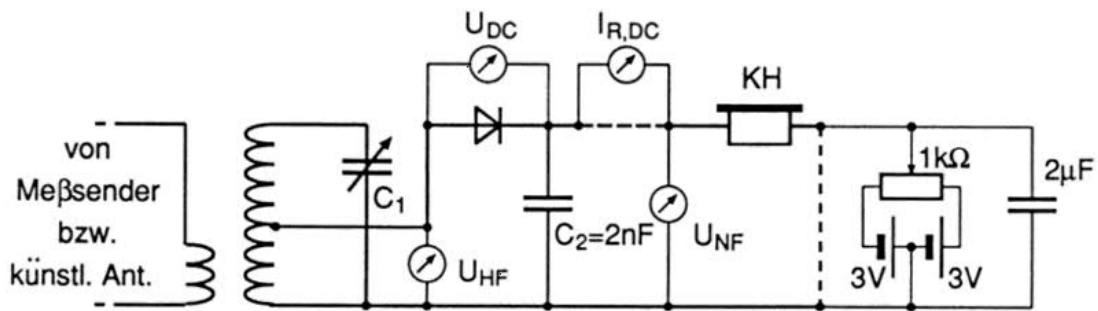
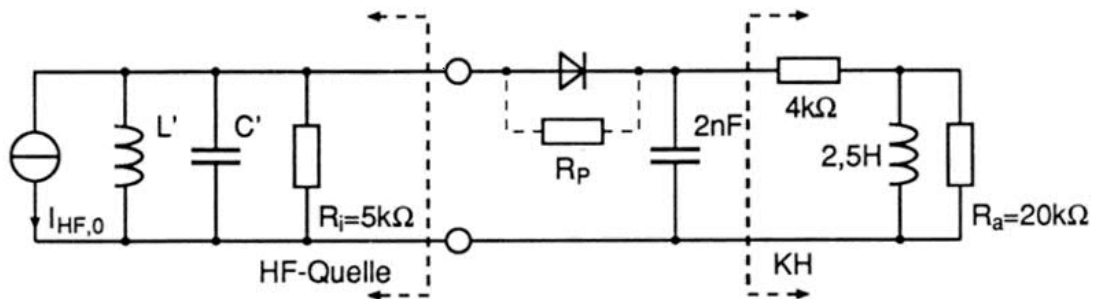

Bild 3a: Untersuchte Detektorschaltung
Bild 3b: Ersatzschaltbild für die numerische Simulation
Unsere Analyse basiert auf der in Bild 3a dargestellten Meßschaltung, mit der auch die experimentellen Werte gewonnen wurden. Der Resonanzwiderstand des Schwingkreises beträgt als typischer Wert, bei bestehender Antennen- bzw. Meßsenderankopplung, ebenfalls $R_i = 50 \text{ k}\Omega$. Allerdings wurde der Detektor gemäß vielfacher Praxis zur Reduzierung der Belastung
Wie Bild 3a zeigt, sind Möglichkeiten gegeben zur Messung a) der HF-Spannung am Anzapfpunkt, b) der er-
Als Grundlage für die durchgeführte Großsignal-Simulation diente das sich aus der Schaltung nach Bild 3a ergebende Ersatzschaltbild, wie es Bild 3b zeigt. Die hierin auftretenden Größen wurden im Simulationsprogramm entsprechend berücksichtigt. Im Fall der Diode geschah dies durch Heranziehen der Gl. (1). Das Programm entwickelt selbst die entsprechenden HF-, NF- und DC- Schaltkreisbedingungen. Bei der angenommen idealen Diode wird durch die Größe des vorgegebenen Sperrstromes I_S die Lage der Kennlinie im $I(U)$ -Diagramm, d. h. damit auch ihre Schleusenspannung festgelegt. Der Serienwiderstand der Diode (des Kristalldetektors) und ihre Kapazität konnten vernachlässigt werden. Letztere betrug auch bei den untersuchten Kristalldetektoren nicht mehr als 1 bis 2 pF bei $U = 0$ V, wie mittels einer HF-Meßbrücke festgestellt wurde. Der Kopfhörer ist durch sein Ersatzschaltbild repräsentiert, wie es sich mit einer Meßbrücke bei 1 kHz der verwendeten Modulationsfrequenz und einer Meßspannung von 500 mV ergab. Der Widerstand $R_a \approx 20$ k Ω geht vor-
Bei der Rechnung wurden HF-Leistungen von 10 nW bis 1 mW berücksichtigt. Dabei handelt es sich um die verfügbare Leistung $P_{HF,0}$ am Anzapfpunkt. Die in der Schaltung Bild 3a gemessene HF-Spannung U_{HF} (Effektivwert) wird im Experiment zur Bestimmung des einzustellenden $P_{HF,0}$ herangezogen, wobei im Leerlauf
gewählt. Der Grund hierfür war, daß an unserem Standort der MW-Sender Langenberg (ca. 15 km Entfernung) bei Verwendung von Hochantenne und guter Erde im Empfänger nach Bild 3a etwa $P_{HF,0} = 1 \text{ mW}$ (entsprechend $U_{HF,0} = 4,43 \text{ V}$) erzeugt und andererseits ein modulierte Signal bei $P_{HF,0} = 10 \text{ nW}$ ($U_{HF,0} = 14 \text{ mV}$) ein gerade noch wahrnehmbares Kopfhörersignal hervorrief. Der nach [1] inter-